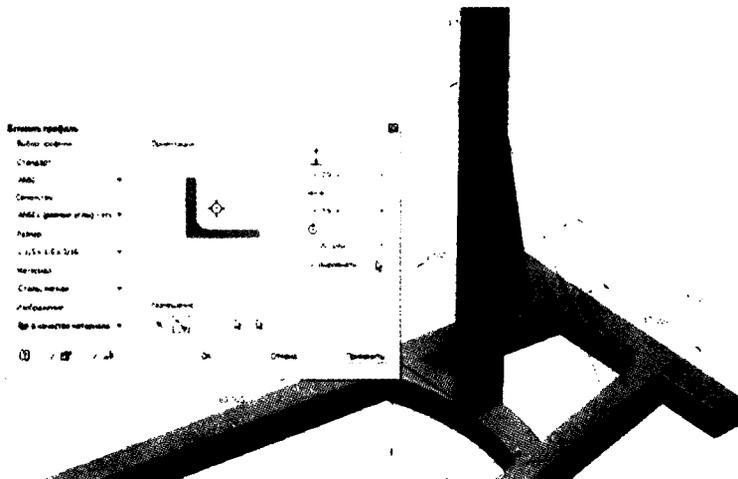

Рис. 11.4. Размещение части рамы между двумя точками
4. Убедитесь, что активна опция **Вставить элементы между точками**, щелкните конечную точку пунктирной, розовой линии и линию под углом справа рамы, как показано на рис. 11.4 ³.
5. Измените ориентацию вниз, поверните профиль на **270 градусов**. Затем установите смещение **-.2** и **-.9**, как показано на рис. 11.4.
6. Выберите опцию **Выровнять** и укажите центральную линию 28-дюймового элемента. Затем установите смещение на **-.25** и **-.55**, как показано на рис. 11.4.